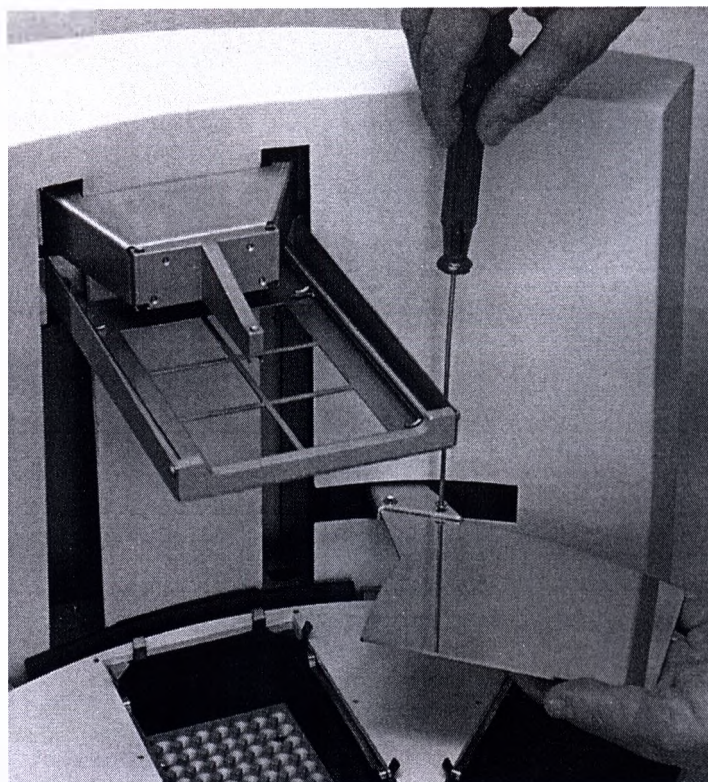
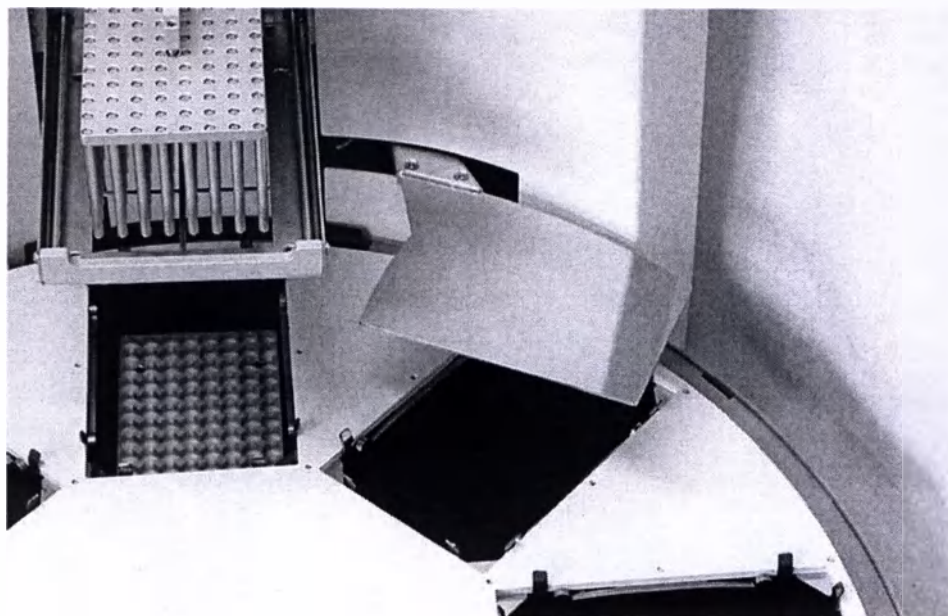

Рис. 5.13 Фиксация/снятие защитного экрана
Рис. 5.14 Установленный защитный экран
3. При фиксации двух крепежных винтов (Рис. 5.13) следует соблюдать осторожность и не допускать их попадания внутрь инструмента. На Рис. 5.14 показан установленный защитный экран.